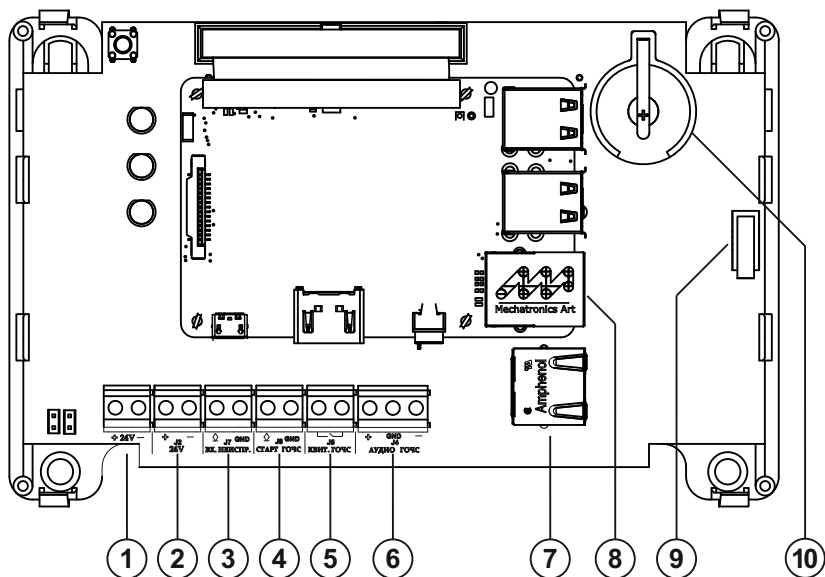

Рисунок 2
- извлечь элемент питания (рисунок 2), удалить изолирующую пленку, установить элемент питания обратно;